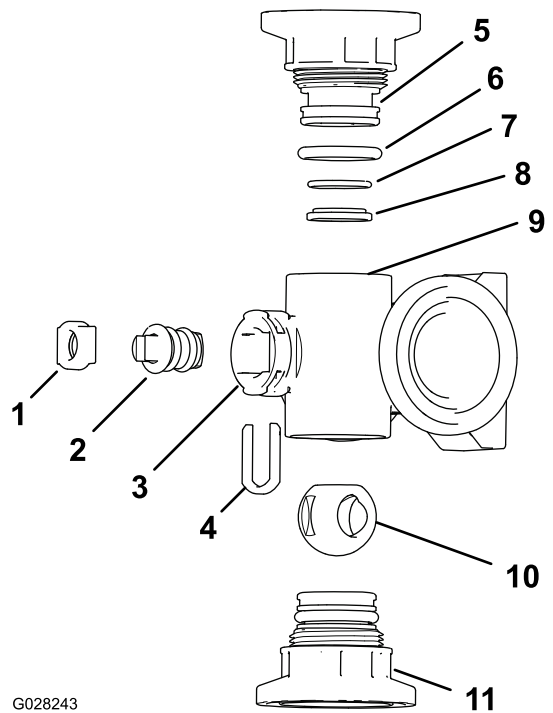

Bild 118
2. Nehmen Sie die zwei Endkappen-Anschlussstücke von jedem Ende des Verteilergehäuses ab (Bild 118 und Bild 119).
- Nehmen Sie den Schafthalter aus den Schlitzen im Schaftanschluss im Verteiler heraus (Bild 118 und Bild 119).
- Nehmen Sie den Schafthalter und den Ventilschaftsocket aus dem Verteiler heraus (Bild 118 und Bild 119).
- Fassen Sie in das Verteilergehäuse und nehmen Sie den Ventilschaft heraus (Bild 118 und Bild 119).
- Überprüfen Sie den Zustand der O-Ringe des Auslaufanschlussstücks (nur Abschnittventilverteiler), der Endkappen-O-Ringe, der hinteren O-Ringe und den Kugelsocket auf Beschädigungen oder Abnutzung (Bild 118 und Bild 119).
- Fetten Sie den Ventilschaft ein und setzen ihn in den Ventilschaftsocket (Bild 118 und Bild 119) ein.
- Setzen Sie den Ventilschaft und den Sockel in den Verteiler und befestigen Sie den Schaft und den Sockel mit dem Schafthalter (Bild 118 und Bild 119).
- Stellen Sie sicher, dass die hinteren O-Ringe und der Kugelsocket ausgefluchtet sind und im Endkappen-Anschlussstück sitzen (Bild 118 und Bild 119).
- Bringen Sie das Endkappen-Anschlussstück am Verteilergehäuse an, bis der Flansch des Endkappen-Anschlussstücks das Verteilergehäuse berührt, drehen Sie dann das Endkappen-Anschlussstück um eine weitere Achtel- bis Viertelumdrehung (Bild 118 und Bild 119).